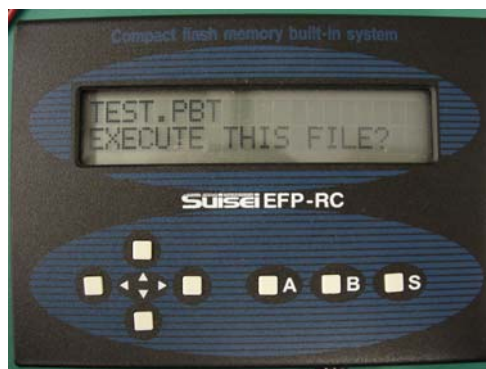

図 5.9 スクリプト実行確認画面
- 前項のファイル操作で HXW やスクリプトが保存されたホルダーに入り、必要な” スクリプト. PBT” ファイルを **↑** **↓** キーで選択し **S** キーと押すとスクリプトを実行します。（図 5.9）